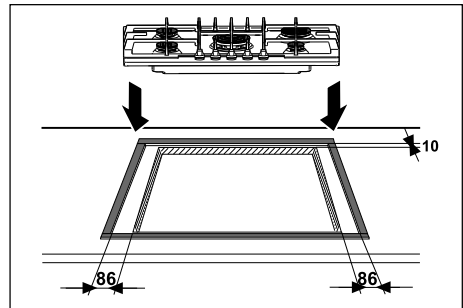

Fig. 13
- posicione o vedante fornecido no rebordo do lado frontal da abertura a 86 milímetros dos rebordos laterais e a 10 mm do rebordo posterior, tendo cuidado para que os extremos se unam sem se desmontarem (vide Fig. 13);